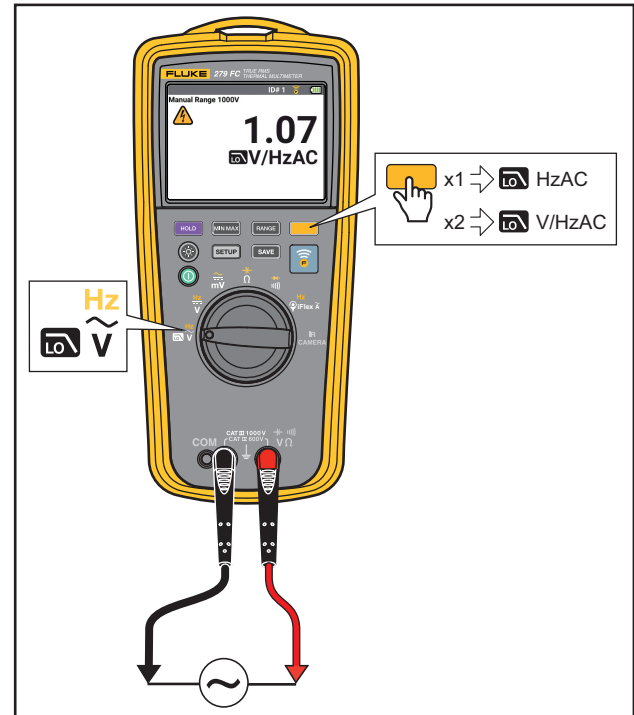

Bild 6. Volt/Hertz-kvot
- Volt/Hertz-kvot. Se bild 6.
Multimetern kan visa kvoten mellan volt och frekvens för en växelströmssignal. Se bild 6.